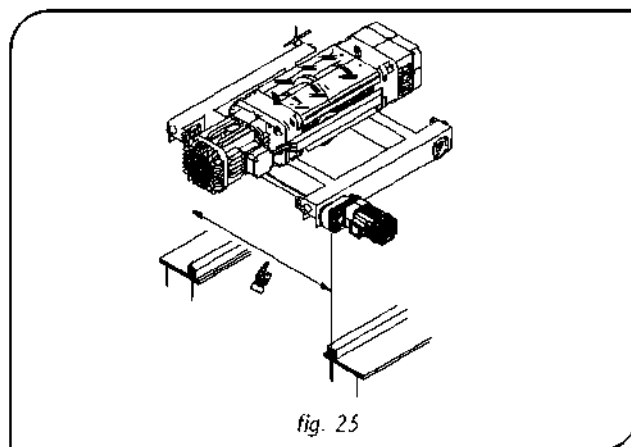

fig. 25
- Jeśli wciągarka jest wyposażona w dwudźwigarowy wózek transportowy typu DRT sprawdzić rozstaw dźwigarów, który musi odpowiadać przeznaczonym dla niego kołom wózka transportowego (rys. 25)